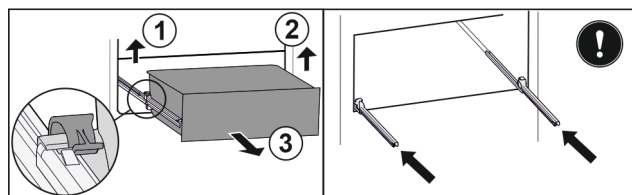

Fig. 46
- ▶ Dvignite levo spojko in hkrati povlecite predal levo naprej. Fig. 46 (1)
- ▶ Dvignite desno spojko in hkrati povlecite predal desno naprej. Fig. 46 (2)
- ▶ Predal vzemite ven v smeri naprej. Fig. 46 (3)